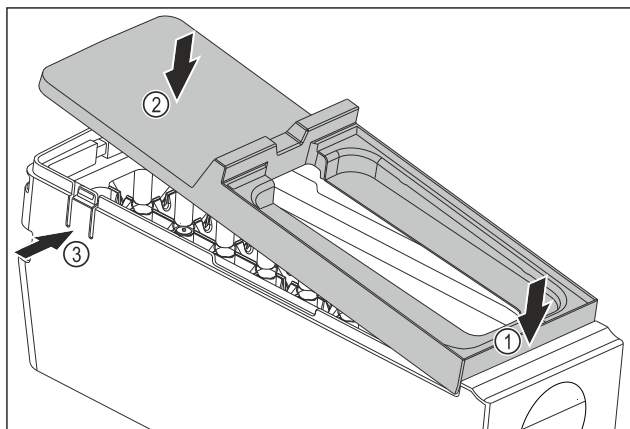

Fig. 147
- Afdekking van de EasyTwist-Ice-corpus monteren: Afdekking voor bevestigen. Fig. 147 (1)
- Afdekking achter neerlaten. Fig. 147 (2)
- Afdekking klikt hoorbaar in beide strips Fig. 147 (3) vast.